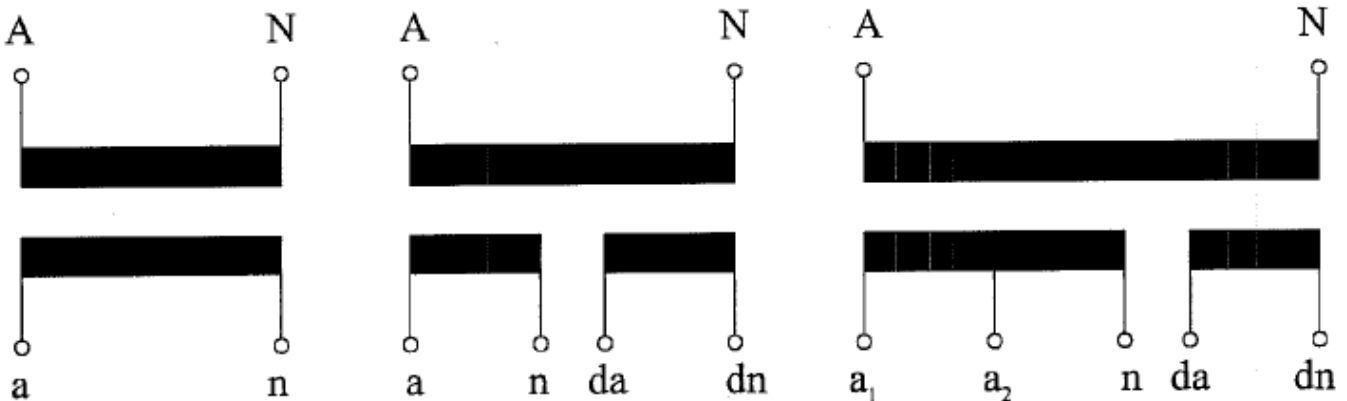

Рис.1 .Обозначение клемм
- a-n; da-dn - вторичные обмотки . Принципиальная электрическая схема представлена на рис.1. Общий вид присоединений и заземления на рис.2.